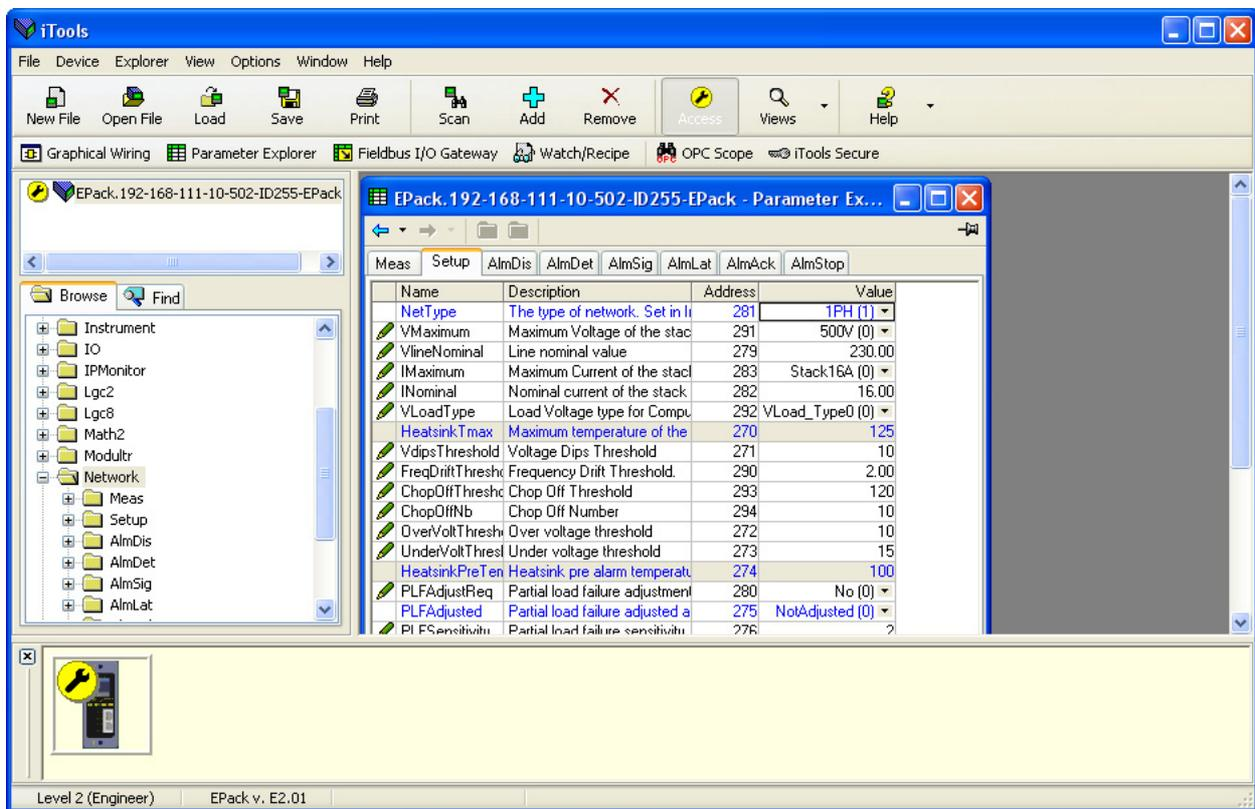
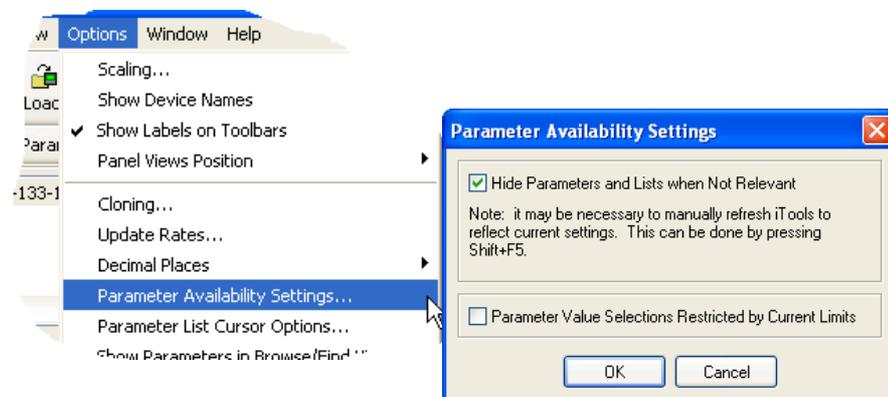

Abbildung 102 Beispiel für eine Parametertabelle
Abbildung 105 Parameter ein-/ausblenden
In jedem Fall erscheinen die Funktionsblockparameter im iTools Fenster in Tabellenform, wie im Beispiel in Abbildung 102 dargestellt.
1. Parameter in blau können nicht bearbeitet werden (schreibgeschützt). Im obigen Beispiel sind alle Parameter schreibgeschützt. Schwarz dargestellte Parameter mit „Bleistift“-Symbol in der linken Tabellenspalte („Lese-/Schreibrechte“) können Sie verändern (Lesen/Schreiben). Eine Reihe solcher Einträge ist in Abbildung 102 oben dargestellt.
2. Spalten. Das Standardfenster des Explorers (Abbildung 102) enthält die Spalten „Name“, „Description“ (Beschreibung), „Address“ (Adresse) und „Value“ (Wert). Wie aus Abbildung 105 oben ersichtlich, können die anzuzeigenden Spalten in gewissem Maße ausgewählt werden; dazu dient entweder das Explorer-Menü oder das Kontextmenü. Für das obige Beispiel wurden die „Grenzen“ aktiviert.
3. Ausgeblendete Parameter. In der Voreinstellung blendet iTools Parameter aus, die im aktuellen Kontext nicht relevant sind. Solche ausgeblendeten Parameter können in der Tabelle über die Einstellung „Parameter availability“ (Parameterverfügbarkeit) im Optionsmenü einblendend werden (Abbildung 105). Derartige Objekte werden mit einem schattierten Hintergrund angezeigt.